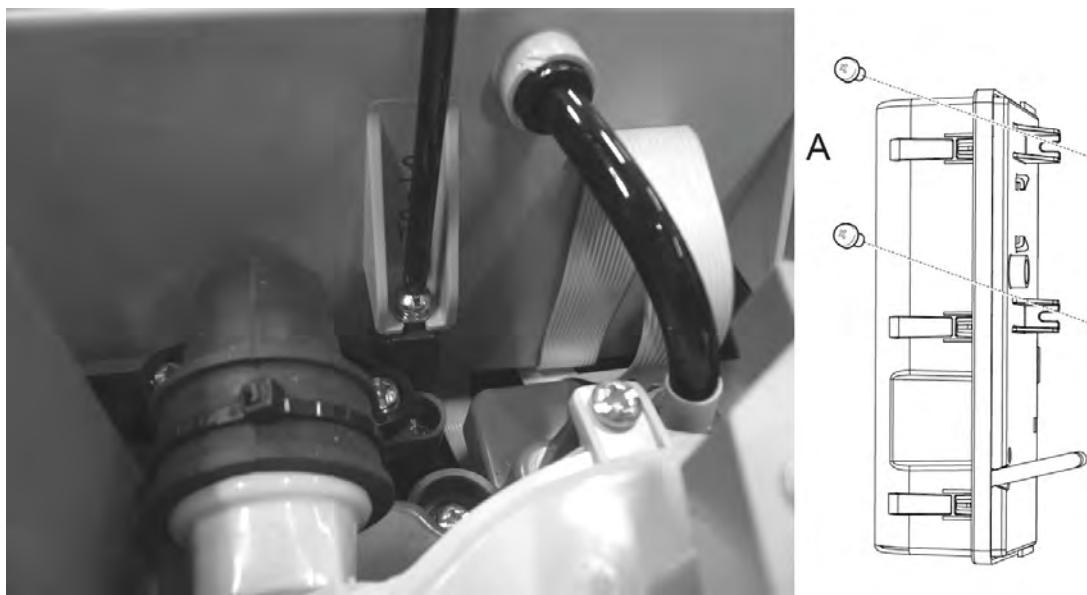

Figure 7-8: Dépose des vis de fixation de la chambre
- Retirez les deux vis (A) de fixation de la chambre (Figure 7-8).
9. Insérez les deux vis de la chambre (Figure 7-8).